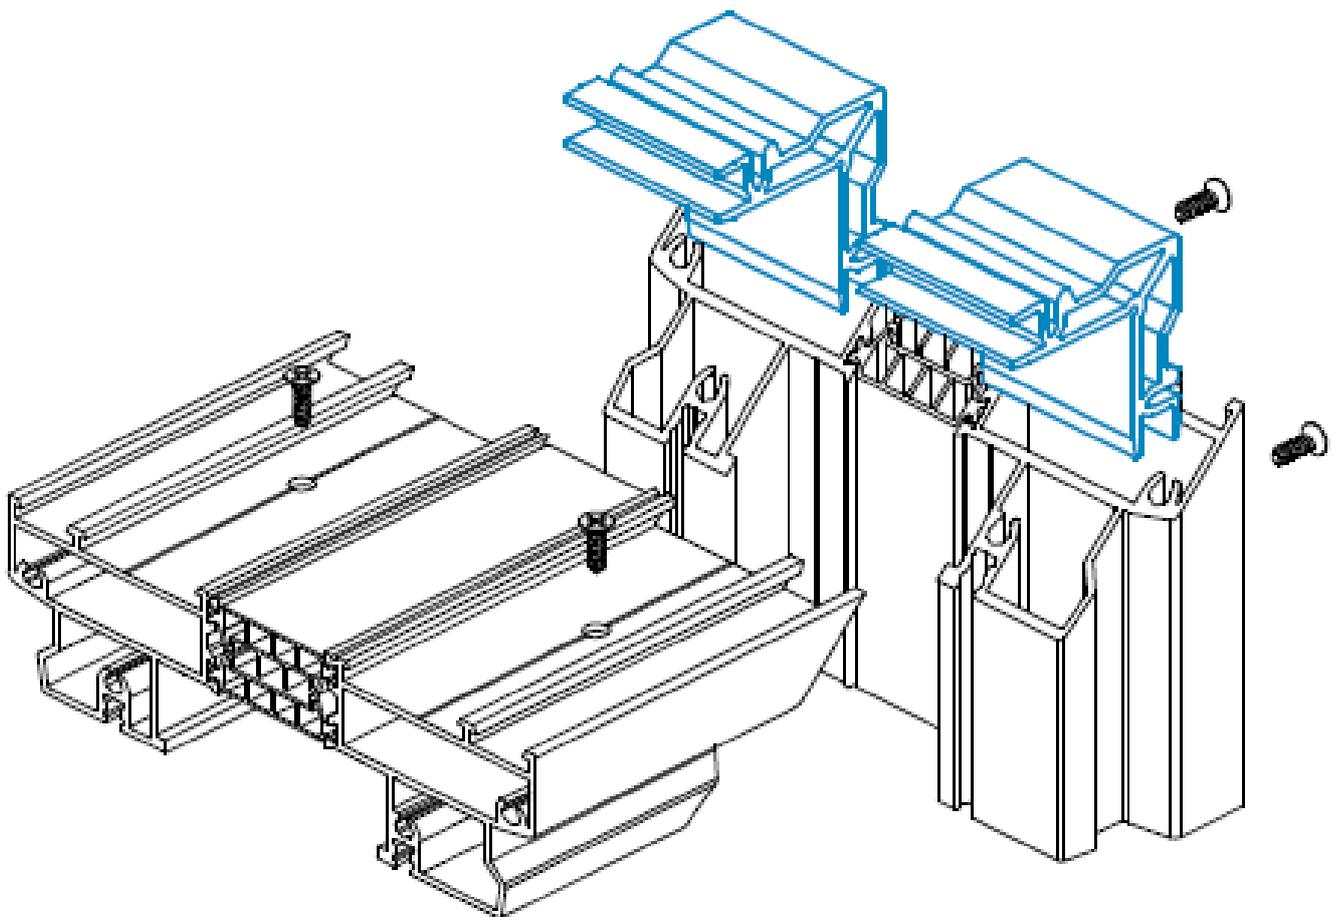

Рис. 5. Сборка рамы
3. Раму собрать, установив угловые соединители, завернуть винты. (рис. 5)